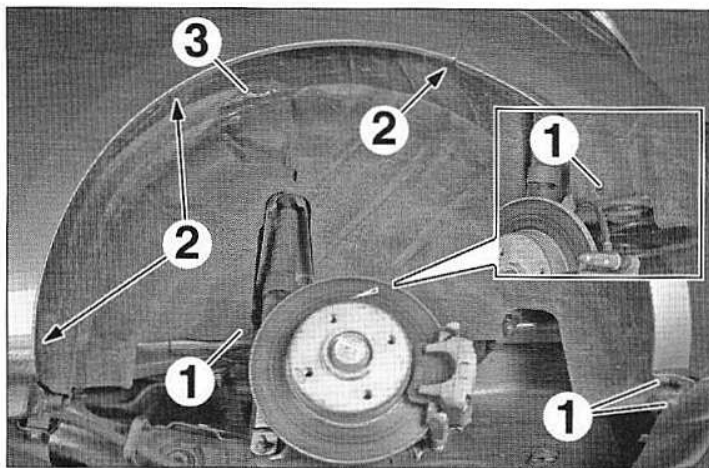
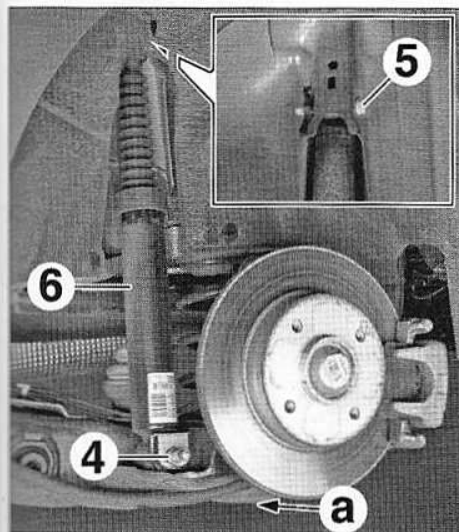

FIG.36
FIG.37
- les agrafes (1) (Fig.36),
- les vis (2),
- le pare-boue (3).
- Mettre en place un outil de levage sous l'essieu en (a) et comprimer légèrement le ressort de suspension (Fig.37).
- les vis (4) et (5),
- l'amortisseur (6).